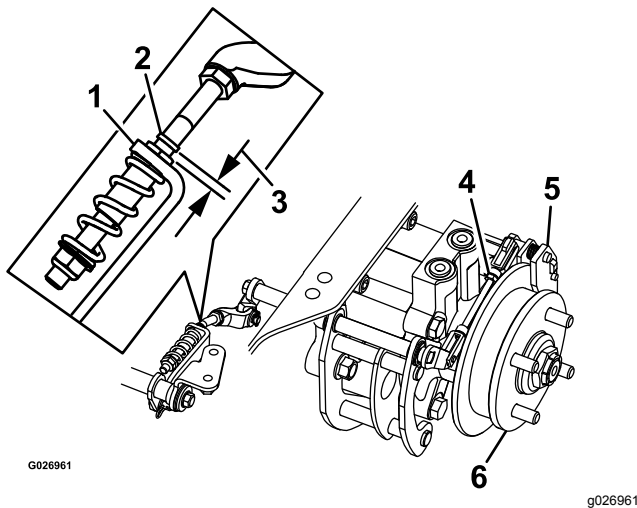

Figura 82
8. Verifique para ver se existe uma folga visível entre o suporte em L e o batente da união (Figura 82).